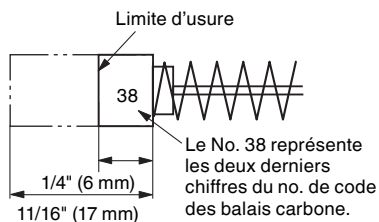
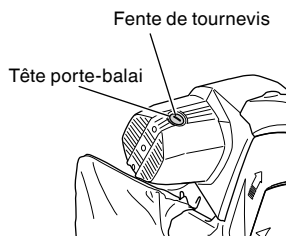

Fig. 53
Fig. 54
### 2. Inspecter les balais carbone (Fig. 53 et Fig. 54)
En conséquence, inspecter périodiquement les balais en carbone et les remplacer lorsqu'ils ont atteint la limite d'usure comme indiqué à la Fig. 53.
Les balais carbone sont faciles à retirer ; pour cela, retirer les têtes porte-balai (voir Fig. 54) avec un tournevis à tête plate (signe moins).
**REMARQUE:** Lors du remplacement des balais carbone, utiliser uniquement des balais carbone metabo HPT dont le n° «38» représente les deux derniers chiffres du n° de code (voir Fig. 53). Si vous utilisez d'autres balais carbone, le frein électrique ne fonctionnera pas.